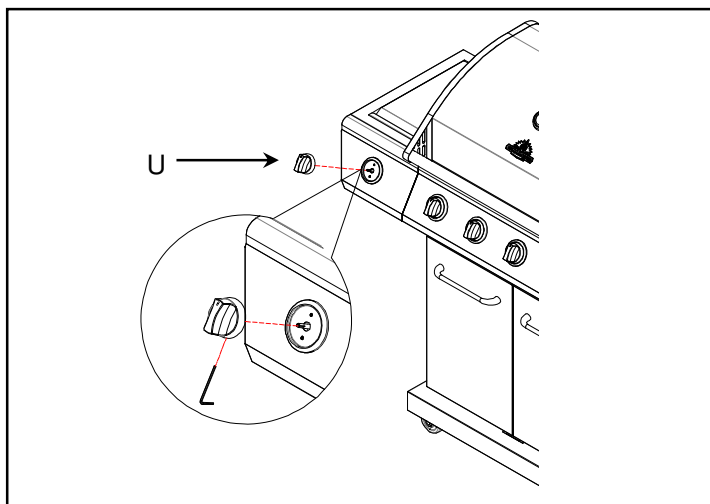

Fig.28
- (e) Branchez le fil d'allumage dans le fil de l'allumeur suspendu de l'électrode sur la face inférieure du brûleur. Voir la Fig.28.